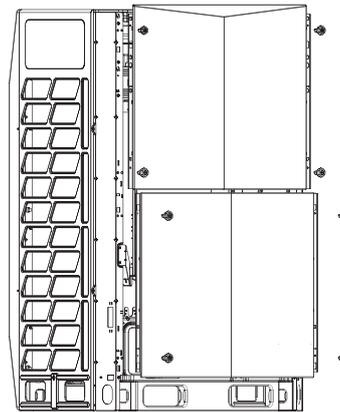

Fig.4-18
2. Desmontaje del panel frontal: saque los 4 tornillos del panel frontal en los lados izquierdo y derecho (Fig 4-18) y luego eleve los paneles unos 3 mm para poderlos sacar.